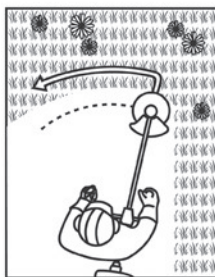

Fig. 47
- > Mueva el producto con un movimiento de arco definido, lento y de izquierda a derecha antes de llevarlo de nuevo a la posición inicial para recortar la siguiente zona (Fig. 47).